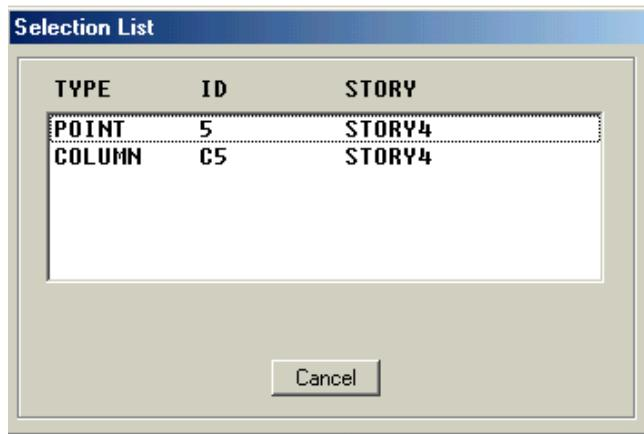

Figura 10- Formulario Selection List
I. Mantener presionada la tecla Ctrl de su teclado y hacer un click izquierdo en la Vista en Planta sobre la columna A-2. Una lista de la selección similar a la presentada en la Figura 10 se mostrará debido a que múltiples objetos existen en la ubicación que se selecciono. En este ejemplo, un objeto punto y un objeto columna existen en la misma ubicación. Obsérvese que la lista de selección solo aparecerá cuando la tecla Ctrl sea usada con el botón izquierdo del mouse.